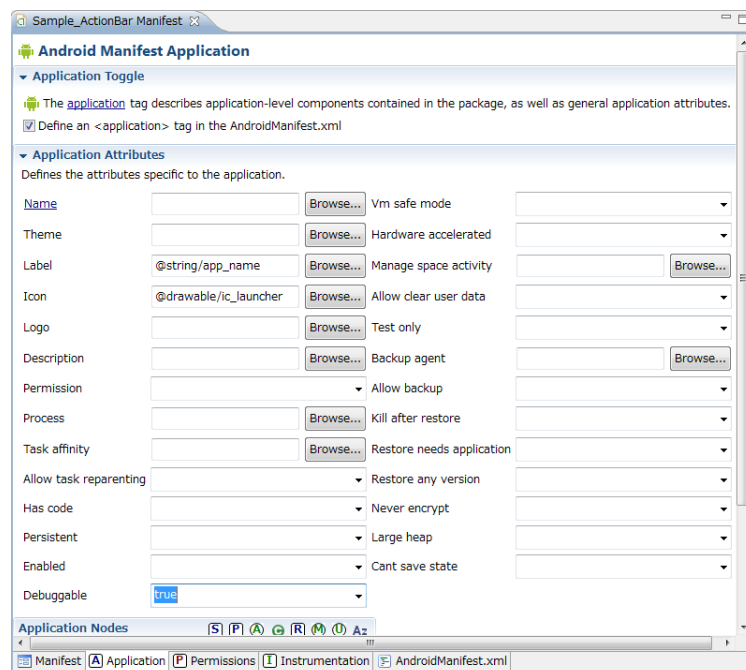

図 5-8
- (b) JavaエディタービューにSample\_ActionBar Manifestが表示されますので、下段のApplicationタブを選択し、Application AttributesのDebuggable欄をtrueに設定します。(図 5-8)